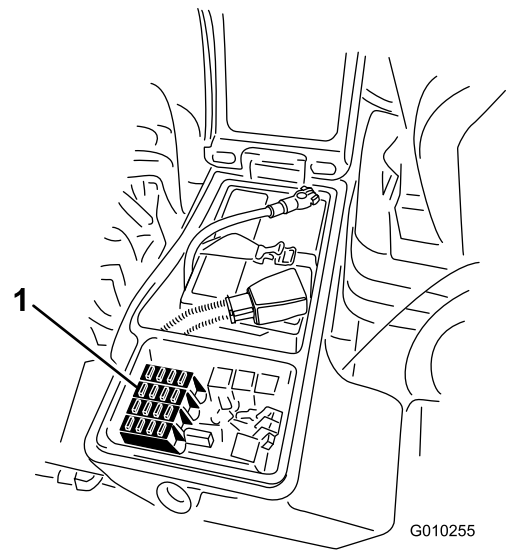
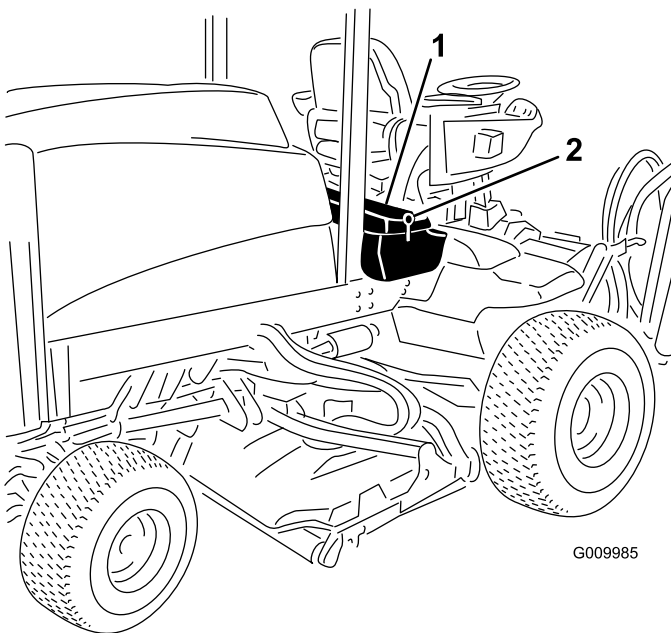

Bild 95
Bild 94
1. Lösen Sie den Riegel für die Abdeckung des rechten Ablagekastens und heben Sie die Abdeckung (**Bild 94**) hoch, um an den Sicherungsblock zu gelangen (**Bild 95**).
3. Schließen Sie die Abdeckung des rechten Ablagekastens und befestigen Sie die Abdeckung mit dem Riegel (**Bild 94**).
2. Wechseln Sie ggf. die offenen Sicherungen aus (**Bild 95**).